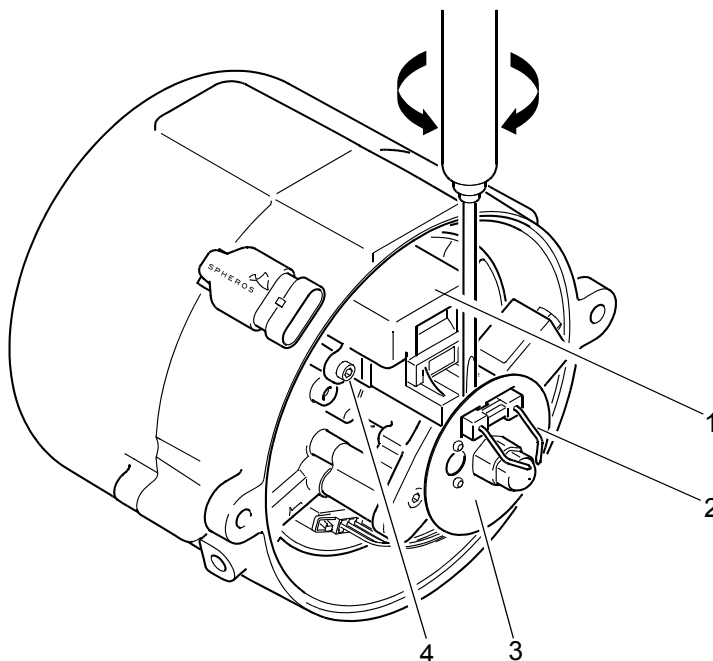
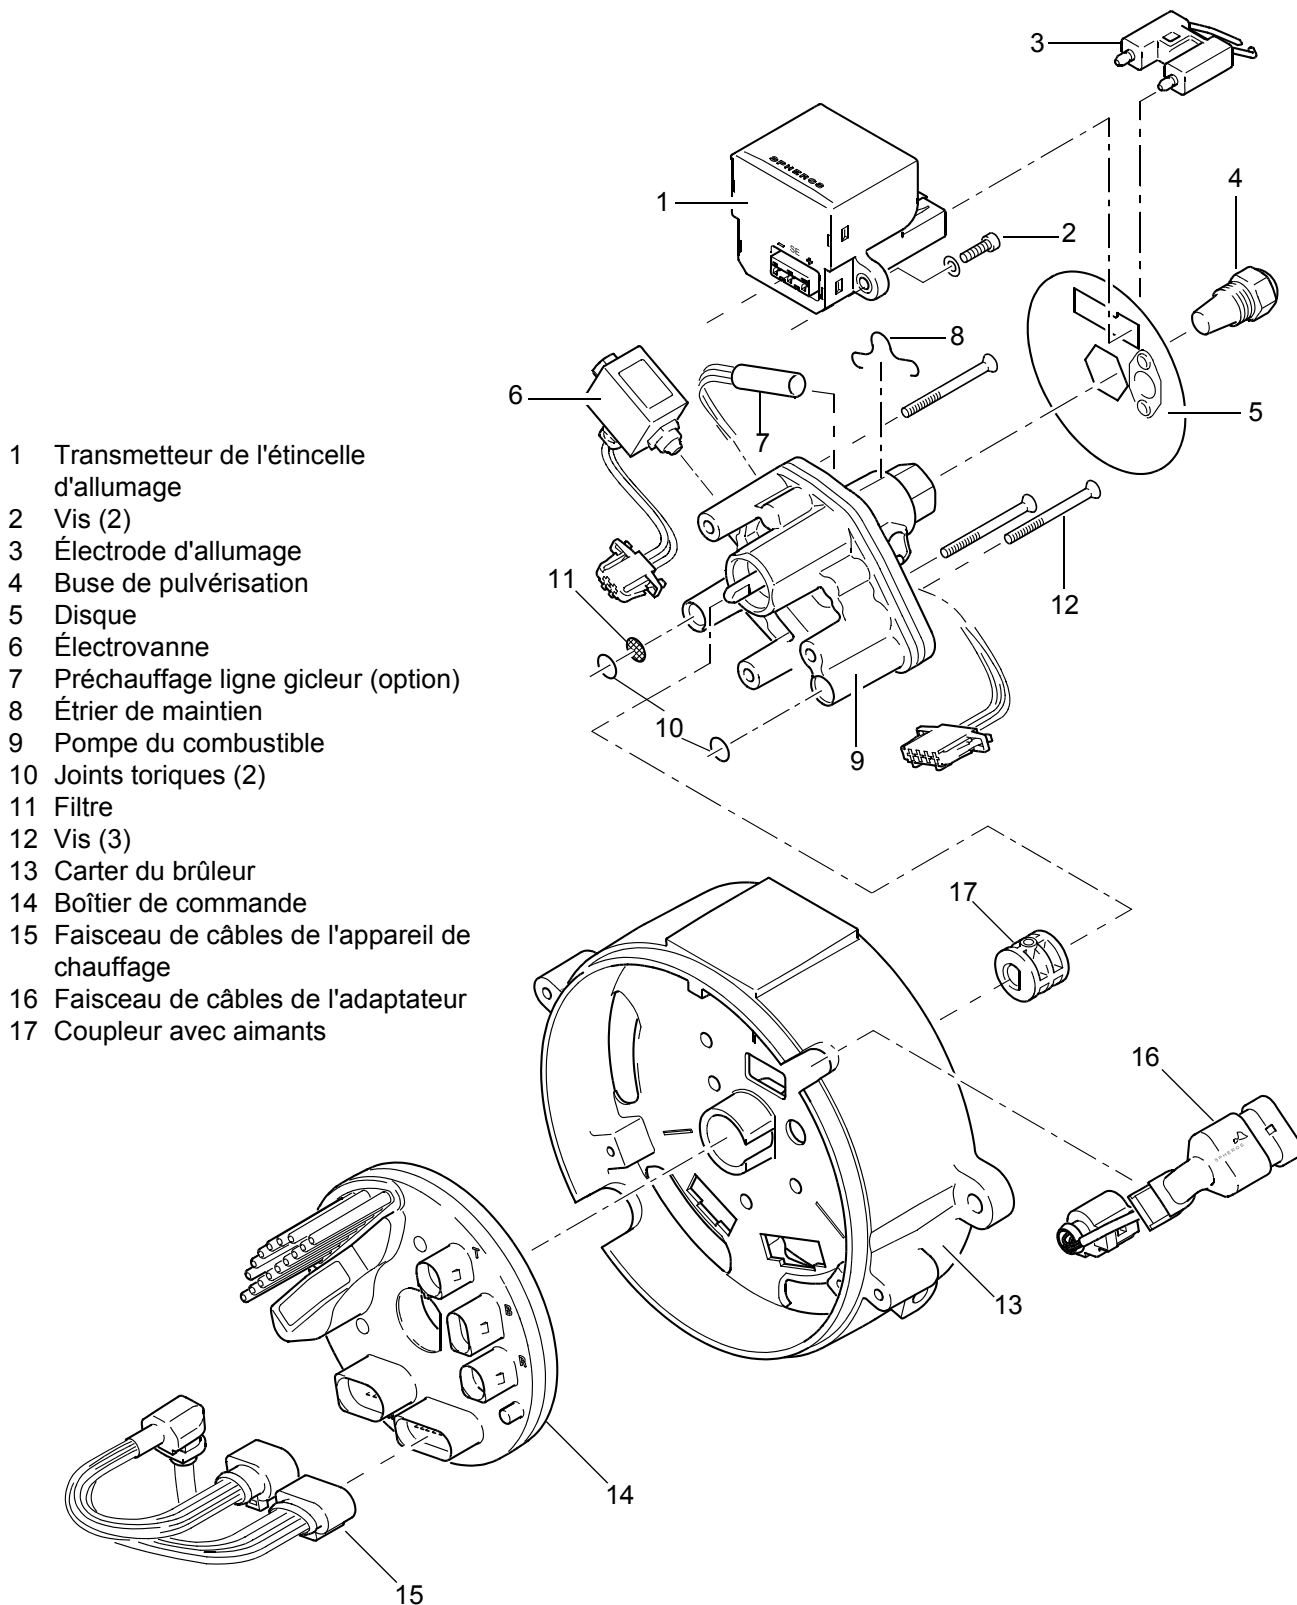
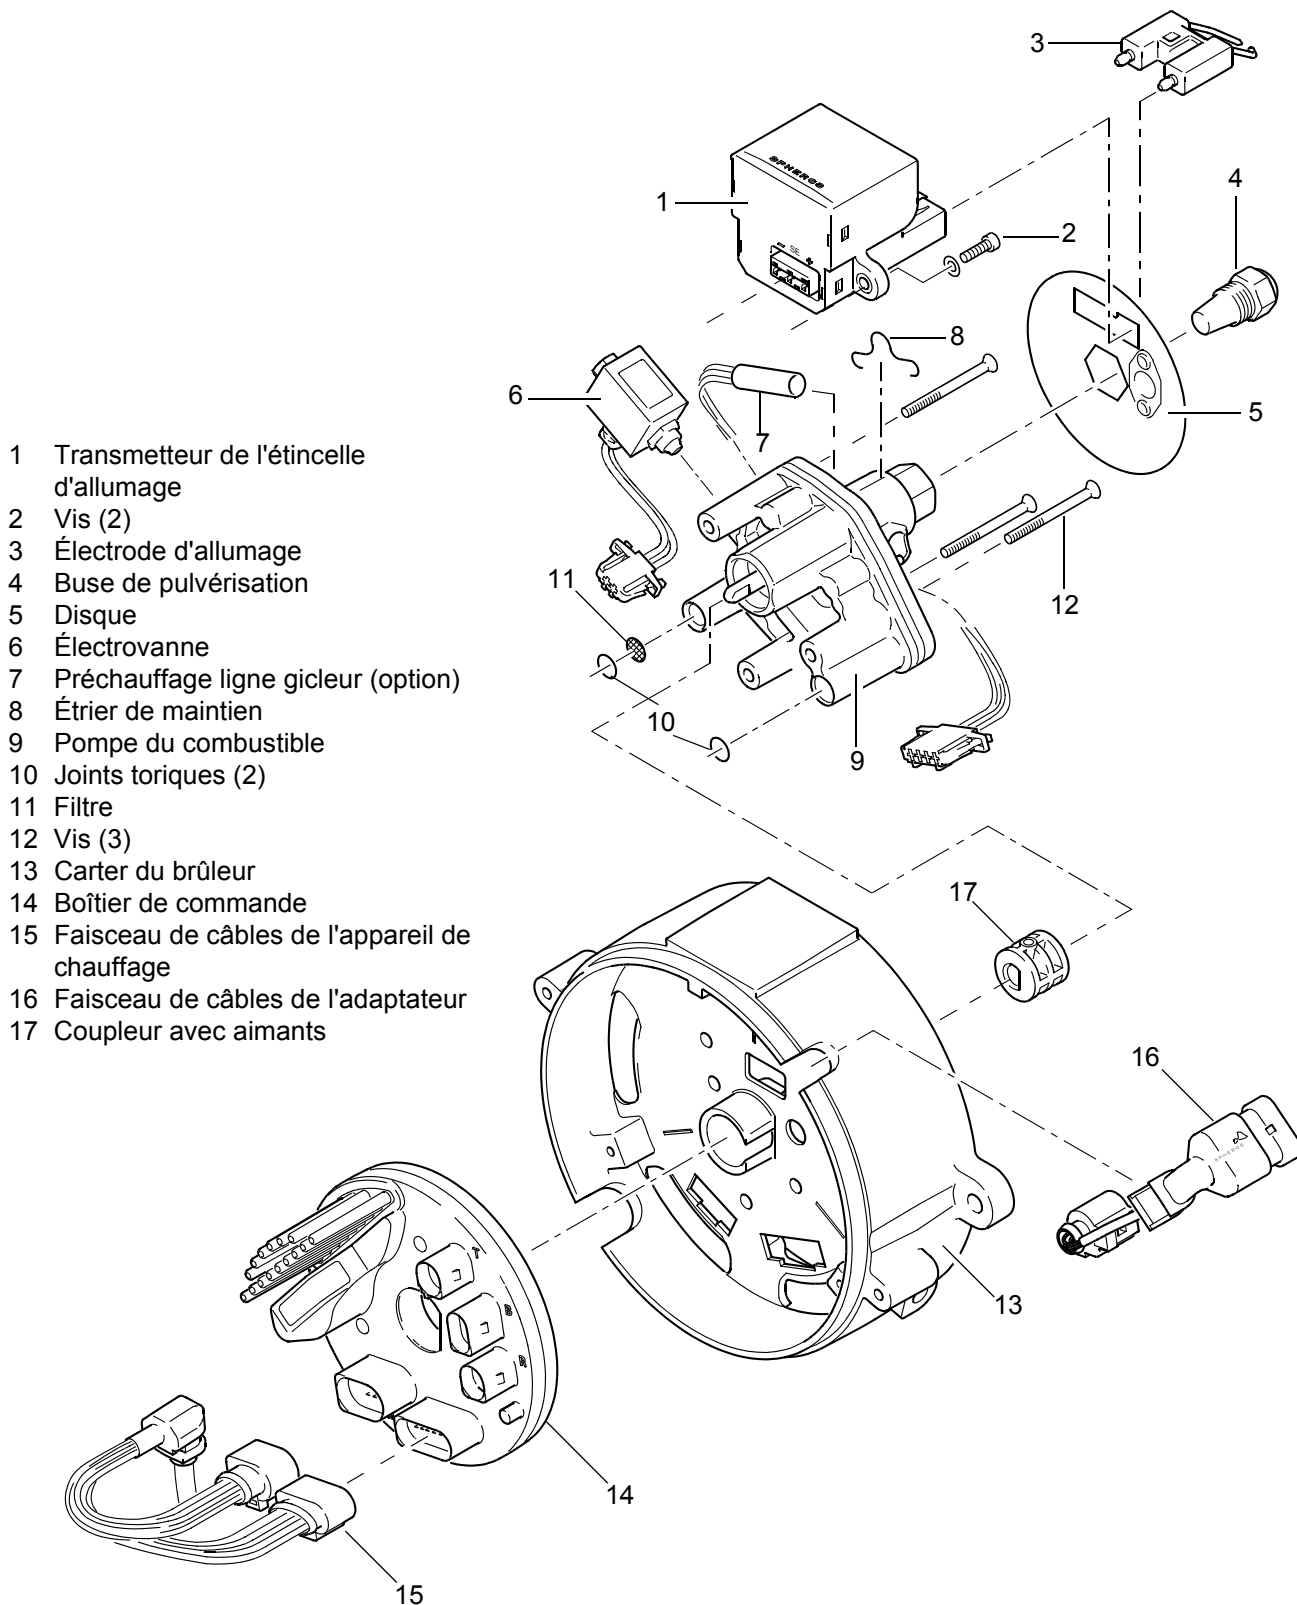
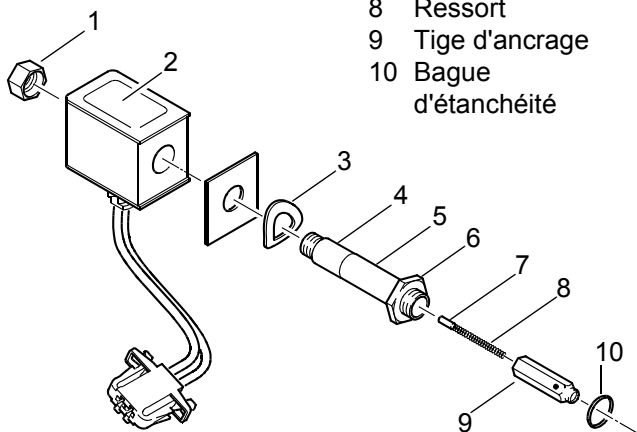

Fig. 804 Démontage du transmetteur de l'étincelle / de l'électrode d'allumage
Fig. 805 Démontage et montage des composants
Fig. 806 Démontage et montage des composants
Fig. 807 Electrovanne
2. Soulevez l'électrode d'allumage (2, Fig. 804) à l'aide d'un tournevis par torsion latérale du transmetteur de l'étincelle, puis retirez.
3. Retirez le disque (3).
4. Retirez la vis (4) avec les rondelles d'arrêt.
5. Tirez sur le transmetteur de l'étincelle (1) et retirez.
1. Placer le transmetteur de l'étincelle d'allumage (1, Fig. 804) en position de montage, l'insérer correctement pour le raccordement et le fixer à l'aide de vis (4).
2. Serrer les vis (4) avec un couple de 5 Nm +1 Nm.
3. Insérer le disque (5) sur la ligne gicleur de la pompe du carburant (9, Fig. 805) et positionner par rapport au contrôleur de flamme dans le boîtier de commande (14, Fig. 805) et au transmetteur de l'étincelle.
4. Insérer l'électrode d'allumage (2, fig. 804).
- 4 Vis (2)
2. Détachez la fiche de l'électrovanne (6, Fig. 806) et, si nécessaire, du préchauffage de la ligne gicleur en option (7) sur le boîtier de commande (14).
6. Détachez le faisceau de câbles de l'adaptateur (16) et celui de l'appareil de chauffage (15) sur le boîtier de commande (14).
7. Retirez avec précaution le boîtier de commande (14) du carter de brûleur (13).
1. Positionner le boîtier de commande (14, Fig. 806) par rapport au carter (13).
2. Insérer le boîtier de commande (14) avec précaution jusqu'à la butée dans le carter (13).
3. Connecter le faisceau de câbles de l'adaptateur (16) et de l'appareil de chauffage (15) sur le boîtier de commande (14).
6. Monter le transmetteur de l'étincelle d'allumage (1) (voir 8.6).
7. Insérer la fiche de l'électrovanne (6) et si nécessaire, du préchauffage de la ligne gicleur en option (7) sur le boîtier de commande (14).
2. Soulever l'électrode d'allumage (3, Fig. 806) à l'aide d'un tournevis par torsion latérale du transmetteur de l'étincelle, puis retirer. (voir Fig. 804)
3. Retirer le disque (5).
4. Détacher les fiches de l'électrovanne (6, Fig. 806) et, si nécessaire, du préchauffage de la ligne gicleur en option (7) sur le boîtier de commande (14).
5. Retirer les vis (12).
6. Retirer la pompe de combustible (9) avec l'électrovanne (6).
7. Retirer les joints toriques (10) et le filtre (11).
8. Si nécessaire, démonter le préchauffage de la ligne gicleur (7). Pour cela, retirer l'étrier de maintien (8) de la ligne à l'aide d'un outil approprié.
9. Le cas échéant, démonter l'électrovanne (6) de la pompe de combustible (9). (voir 8.9)
1. Le cas échéant, démonter l'électrovanne (6, Fig. 806) de la pompe de combustible (9). (voir 8.9)
2. Si nécessaire, monter le préchauffage de la ligne gicleur (7) et fixer l'étrier de maintien (8) sur la ligne à l'aide d'un outil adapté.
3. Monter de nouveaux joints toriques (10) et un nouveau filtre (11) sur la pompe de combustible (9).
2. Soulever l'électrode d'allumage (1, Fig. 804) à l'aide d'un tournevis par torsion latérale du transmetteur de l'étincelle, puis retirer. (voir Fig. 804)
3. Retirer le disque (5, fig. 806).